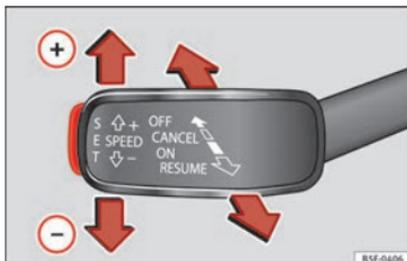

Abb. 33 Siehe Einbauort in der Abbildung 3
- GRA einschalten: dritten Hebel in Stellung **ON** »» Abb. 33 bringen. System wird eingeschaltet, jedoch erfolgt noch keine Regelung, da noch keine Geschwindigkeit gespeichert ist.
- GRA aktivieren: Drücken Sie die Taste **SET** »» Abb. 33. Die aktuelle Geschwindigkeit wird gespeichert und geregelt.
- GRA vorübergehend abschalten: Den Hebel in die Stellung **CANCEL** »» Abb. 33 bringen und loslassen oder das Bremspedal betätigen. Regelung wird vorübergehend abgeschaltet.
- GRA wieder einschalten: Den Hebel in die Stellung **RESUME** »» Abb. 33 bringen und loslassen. Die gespeicherte Geschwindigkeit wird erneut gespeichert und eingestellt.
- GRA abschalten: Den dritten Hebel in die Stellung »» Abb. 33 auf **OFF** bringen. Das System wird abgeschaltet und die gespeicherte Geschwindigkeit gelöscht.